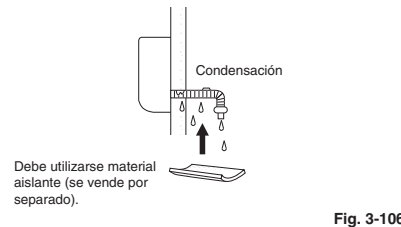

Fig. 3-106
- Si la manguera de drenaje va a pasar por la habitación, aisle la manguera con material aislante* de modo que la condensación refrigerada no dañe los muebles ni el suelo. (Fig. 3-106)